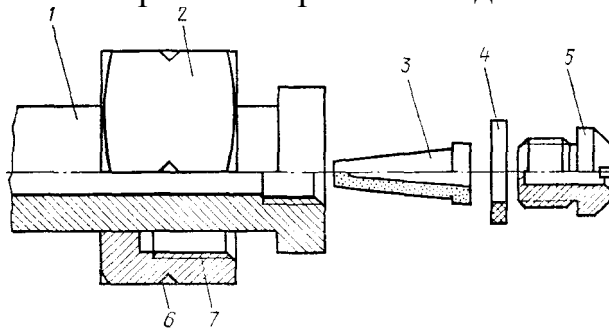

Рис. 6
2.7. Осмотреть: штуцер 1, резьбу 7 (левая), грани под ключ 2, проточку 6 на углах сопряжения граней накладной гайки (рис. 6).